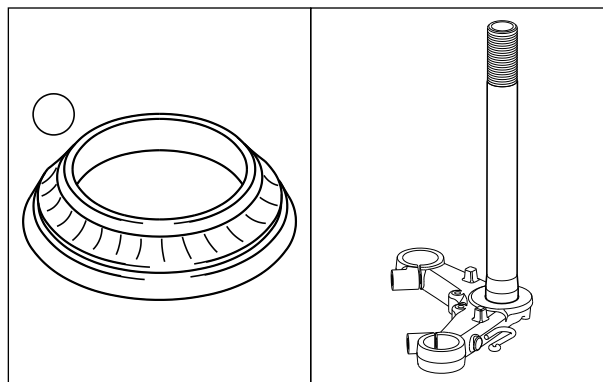

Fig. 6.53
- Folga, desgaste, corrosão e ferrugem das pistas superior interna e externa e pista inferior interna. (Fig. 6.53)
- Esferas de aço/gaiola de esferas desgastadas ou danificadas e enferrujadas. (Fig. 6.53)